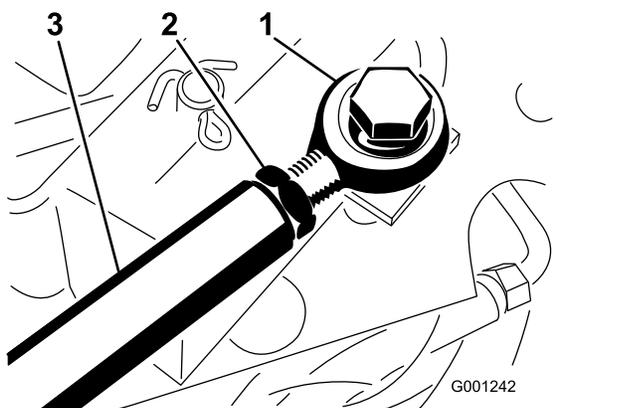

図 77
走行ペダルをさらに調整する必要がある場合には、以下の要領で走行ロッド 図 77 を調整する
2. ロッドの端部を走行ロッドに固定しているジャムナットをゆるめる 図 77。
4. ジャムナット 図 77 を締め、ボルトとナットでロッド端を走行ペダルに固定してペダルの角度を固定する。